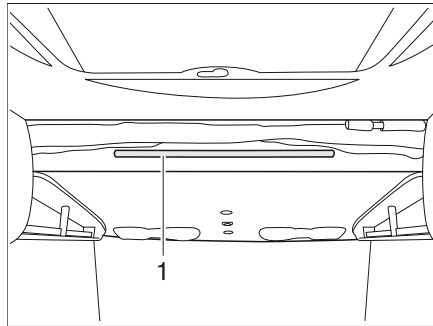

Bild 149 Höjbar säng, elektrisk
- Man fäster stegen med båda byglarna på stängen (Bild 149,1) på den höjbara sängen.